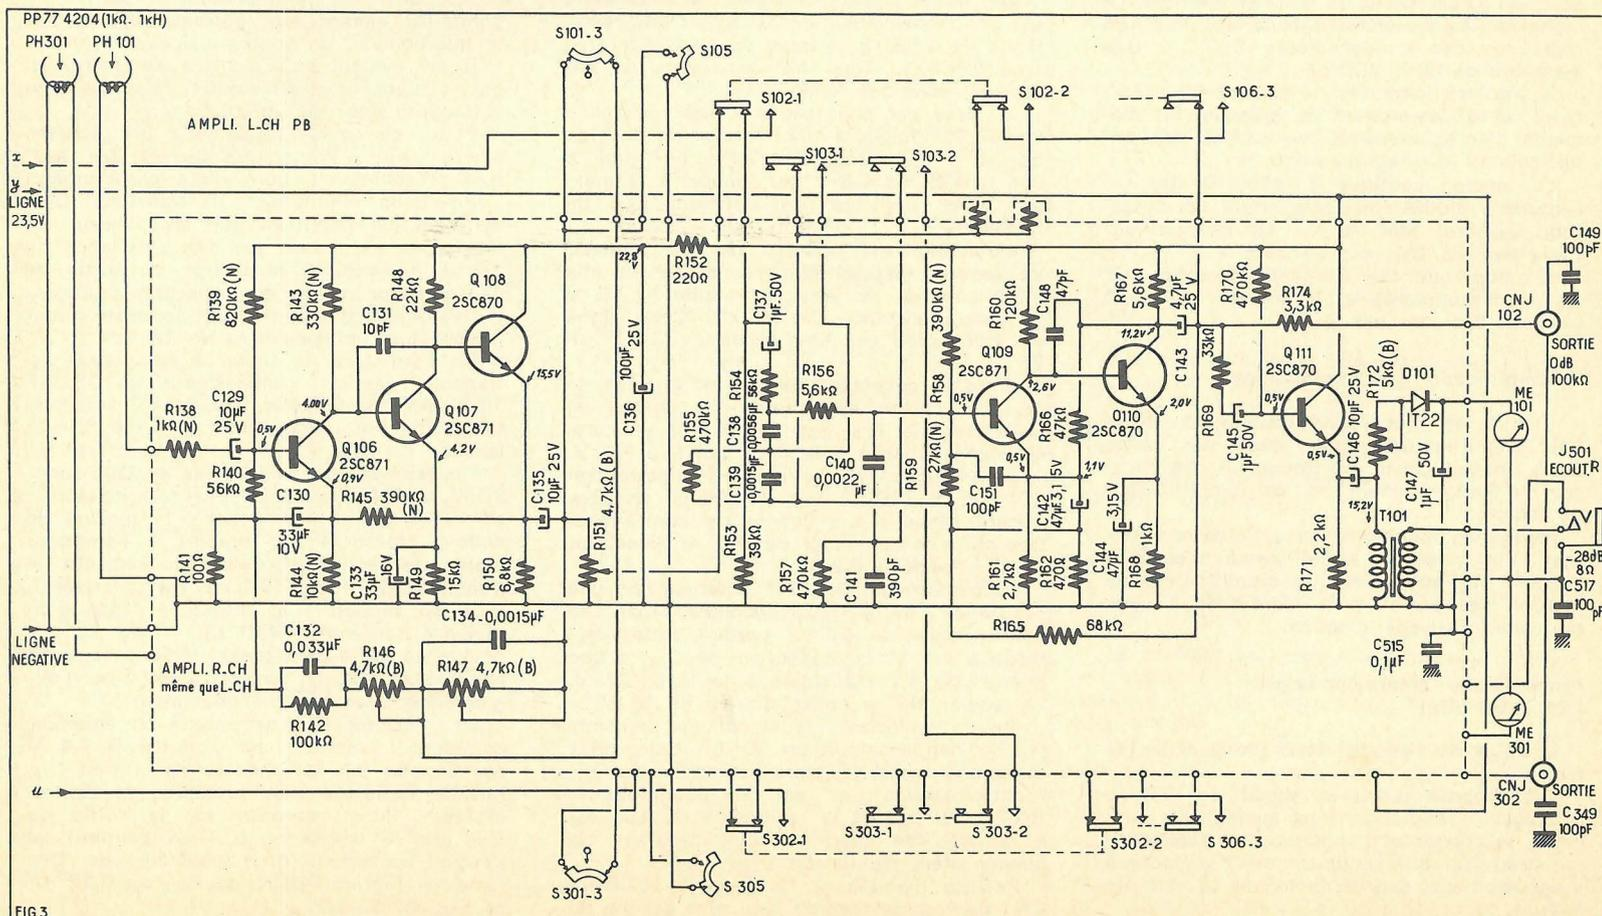

FIG.3
Cet amplificateur (voir fig. 3) est celui de gauche (L) avant (ou frontal). Les trois autres sont identiques à celui-ci.